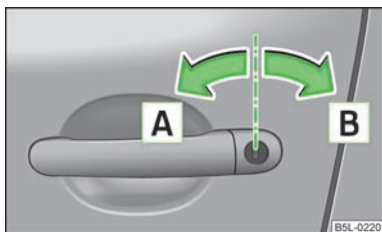

Fig. 11
- Gire la llave en el bombín de cierre de la puerta del conductor en dirección de marcha (posición de desbloqueo) **A** » fig. 11.
- Girar la llave en el bombín de cierre de la puerta del conductor en dirección contraria a la marcha (posición de bloqueo) **B** » fig. 11.